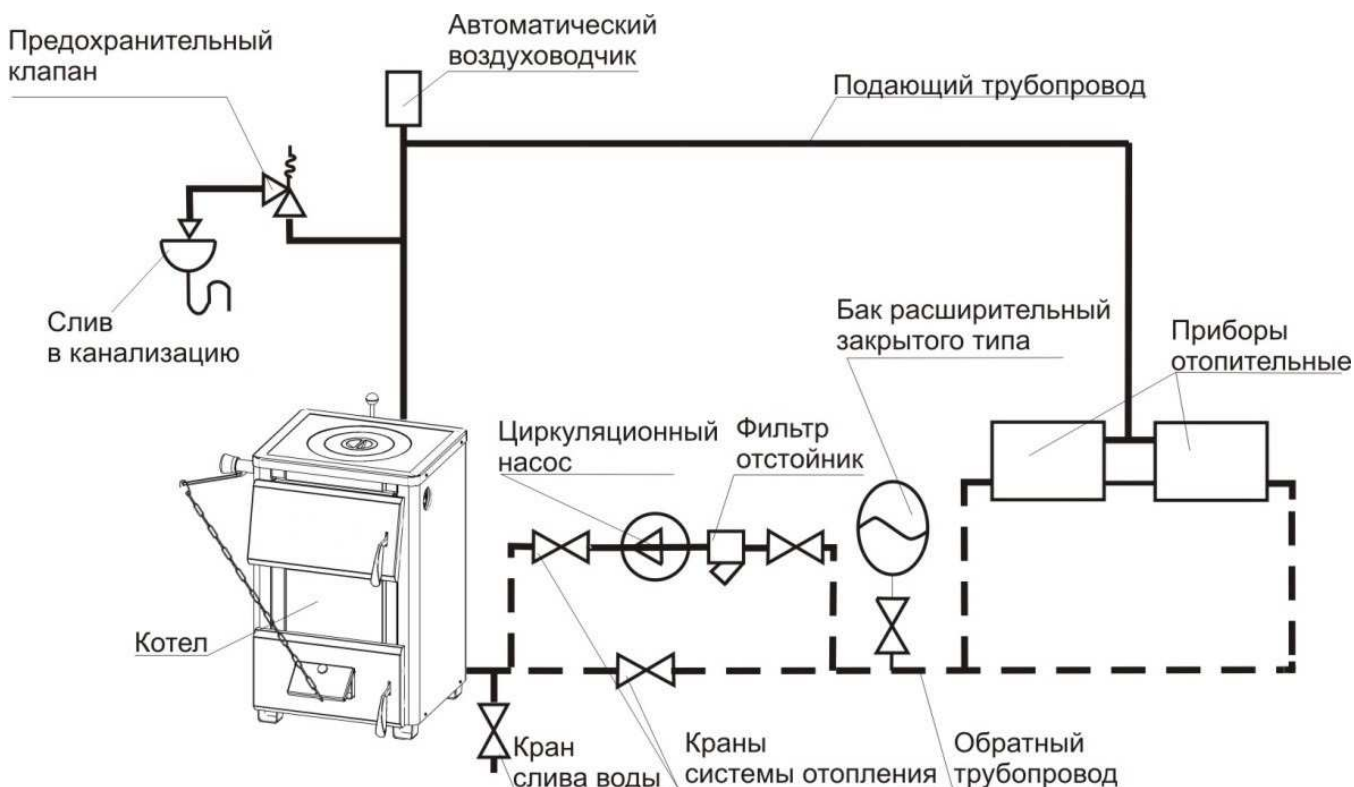

Рис.5 Схема закрытой системы водяного отопления, применяется расширительный бак закрытого типа.
5.13. Расширительный бак мембранного типа (рис.5) устанавливается для закрытой системы отопления. Объем расширительного бака зависит от объема системы отопления и рассчитывается при проектировании системы отопления.